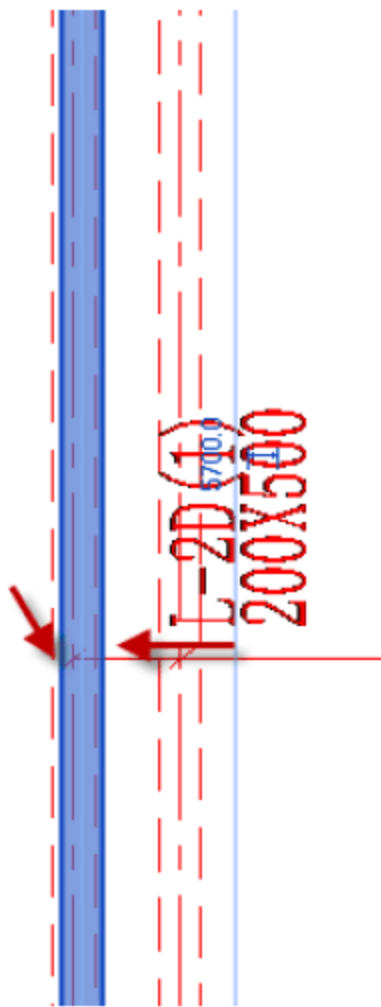

图 4.2.88 调整矩形梁的位置
(13) 调整矩形梁 L-2D 的位置，选中矩形梁 L-2D，按快捷键 M+V，移动矩形梁的位置，使其与梁线对齐，如图 4.2.88 所示。